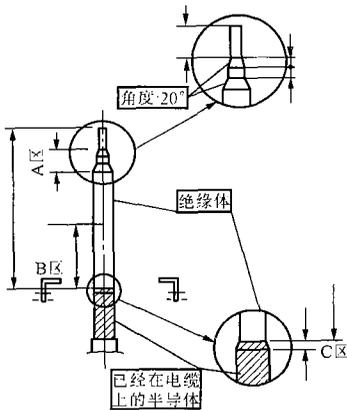

图 E-45
**Jd4E3031** 如图 E-45 所示, 标出 220kV 交联聚乙烯电缆终端头制作打磨半导体锥尺寸示意图。